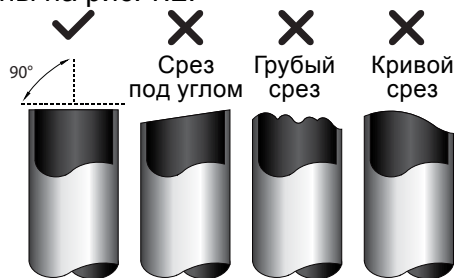

Рис. 7.2
1. Труба должна быть отрезана строго под углом 90°. Примеры неправильной обрезки показаны на рис. 7.2.